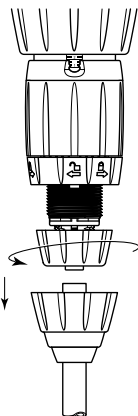

Рис. 16
- Отвинтите и снимите гайку всасывающего клапана (**Рис. 16**), снимите клапан, а затем обильно промойте различные детали чистой водой.